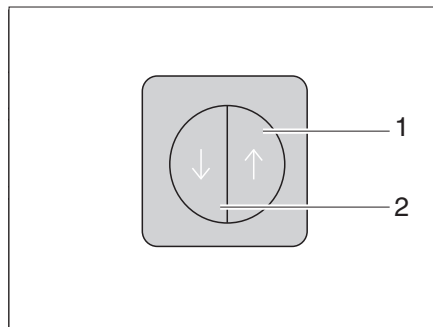

Bild 102 Schalter für Zentralverriegelung der Küchenbedienzeile
Die Küchenbedienzeile ist mit einer Zentralverriegelung ausgestattet. Die Klappen und Schubfächer des Küchenblocks lassen sich über den Schalter (Bild 102) manuell verriegeln und entriegeln.
- Schalter (Bild 102,2) drücken. Klappen und Schubfächer des Küchenblocks sind verriegelt.
- Schalter (Bild 102,1) drücken. Klappen und Schubfächer des Küchenblocks sind entriegelt.